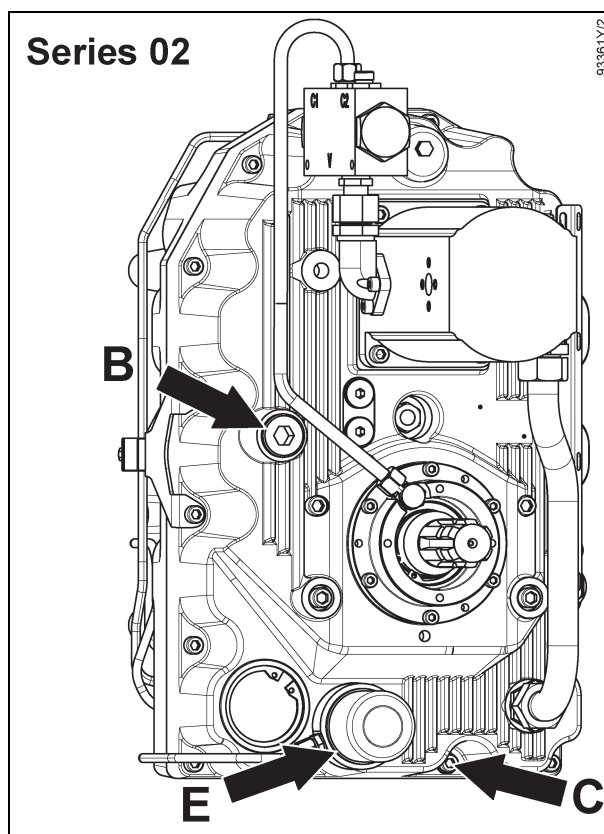

Fig. 1-2
I växellådor från serie 02 är den yttre filterpatronen (E) placerad längst ned på huset (Fig. 1-2).